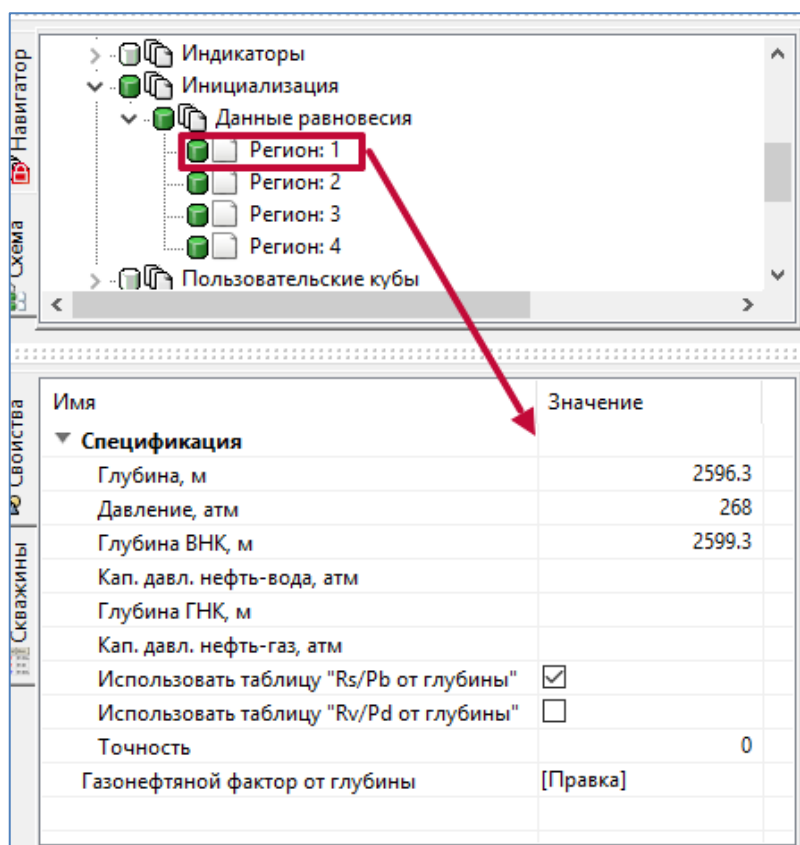

Рисунок 19. Пример задания равновесной инициализации для 2-х фазной модели
- 1) Использование гидростатического выравнивания – равновесная инициализация. Для задания гидростатического равновесия в модели должен быть задан, как минимум, один EQUIL-регион. При задании в модели одного EQUIL-региона гидростатическое выравнивание для всех ячеек модели будет задаваться по одному закону. Если в модели нужно использовать разное гидростатическое равновесие, то следует задать требуемое количество EQUIL-регионов (Рисунок 19).